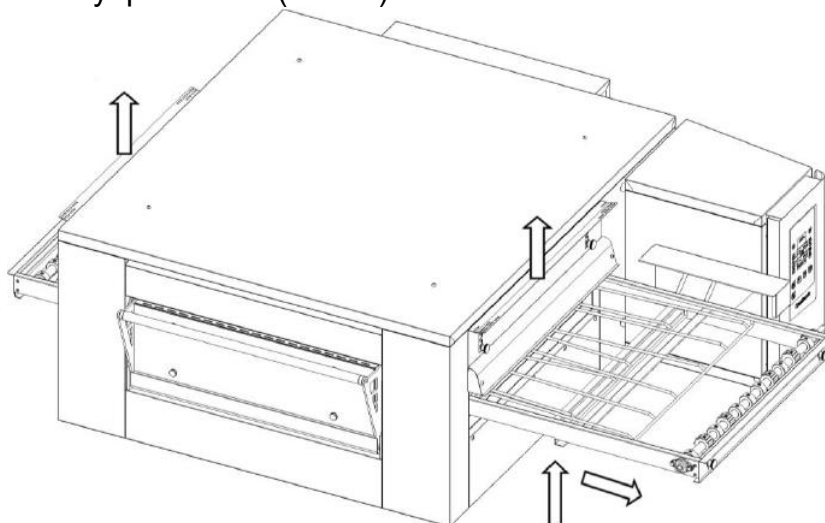

Рис. 2
6. Поднимите жалюзи на входе и выходе в положение максимального проема (см. Рис.2 п. 9.3.1).
7. Поднимите сетчатую конвейерную ленту с обоих концов и отведите ее в направлении органов управления (см. Рис. 2, параграф 9.3.1).
5. Поднимите жалюзи на входе и выходе в положение максимального проема (Рис.2).
6. Поднимите сетчатую конвейерную ленту с обоих концов и отведите ее в направлении органов управления (Рис. 2).